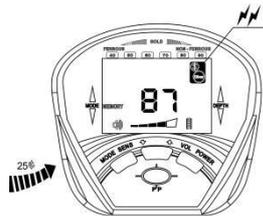

Fig.14
d) Al barrer la moneda de plata, el detector responde, lo que indica que el detector ha memorizado la moneda de plata. Al barrer las otras cinco muestras, el detector no responde.(ver Fig.14 , tomar como ejemplo la moneda de plata)